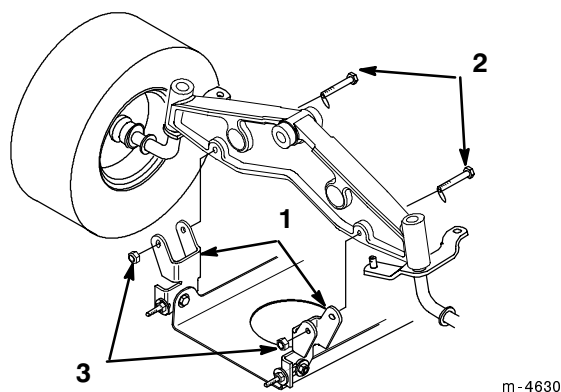

Figure 43
5. Fixez les supports de pivots du plateau de coupe à l'essieu avant à l'aide des boulons et des contre-écrous (Fig. 43).